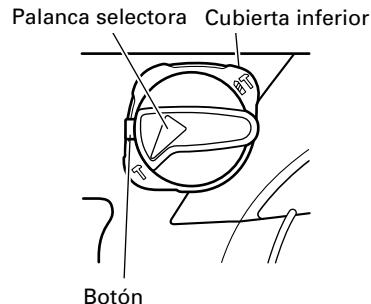

Fig. 8
- (1) Cambio a "martilleo"
- (b) Alinee la marca **▲** de la palanca selectora y **T** del sujetador de palanca, tal como se muestra en la Fig. 8.